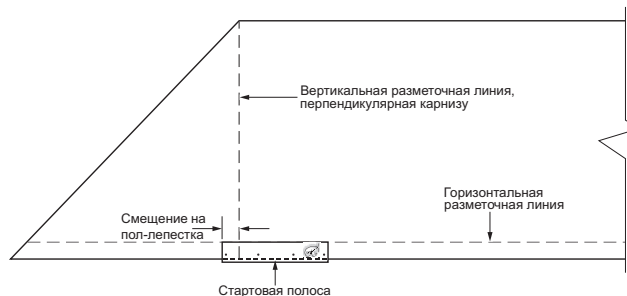
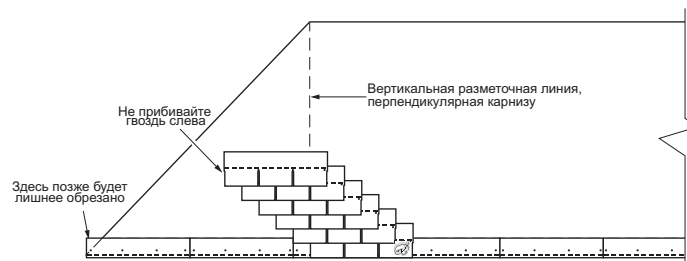

Рисунок 1. Разметка шатровой кровли и установка стартовой полосы
Рисунок 3. Установка первого гонта для секции 1-А из 4 или 6 рядов кровли.
2. Прочертите меловую линию - перпендикуляр от карниза к месту стыка ребра кровли с коньком. (Рисунок 1).
3. Установите стартовую полосу по всей длине карнизного ската. Если Вы используете в качестве стартовой полосы срез верхней части гонта кровли, то первый кусок отмерьте таким образом, чтобы он был сдвинут на половину лепестка влево относительно горизонтальной размеченной линии. (Рисунок 1) В инструкции по монтажу выбранной Вами серии кровельного покрытия уточните способ изготовления стартового элемента из гонта кровли, а также соблюдайте требования по выпуску стартовой полосы относительно ОСП плиты и установке капельника.
2. Установите первые гонты для каждого ряда, смещая их относительно первого ряда на половину лепестка. (Рисунок 3). Не прибивайте пока левые лепестки гонтов! (Вы должны установить колонну их 4-х или 6-ти рядов в соответствии с типом кровельной плитки - обратитесь к инструкции для данной серии.) (Рисунок 1).